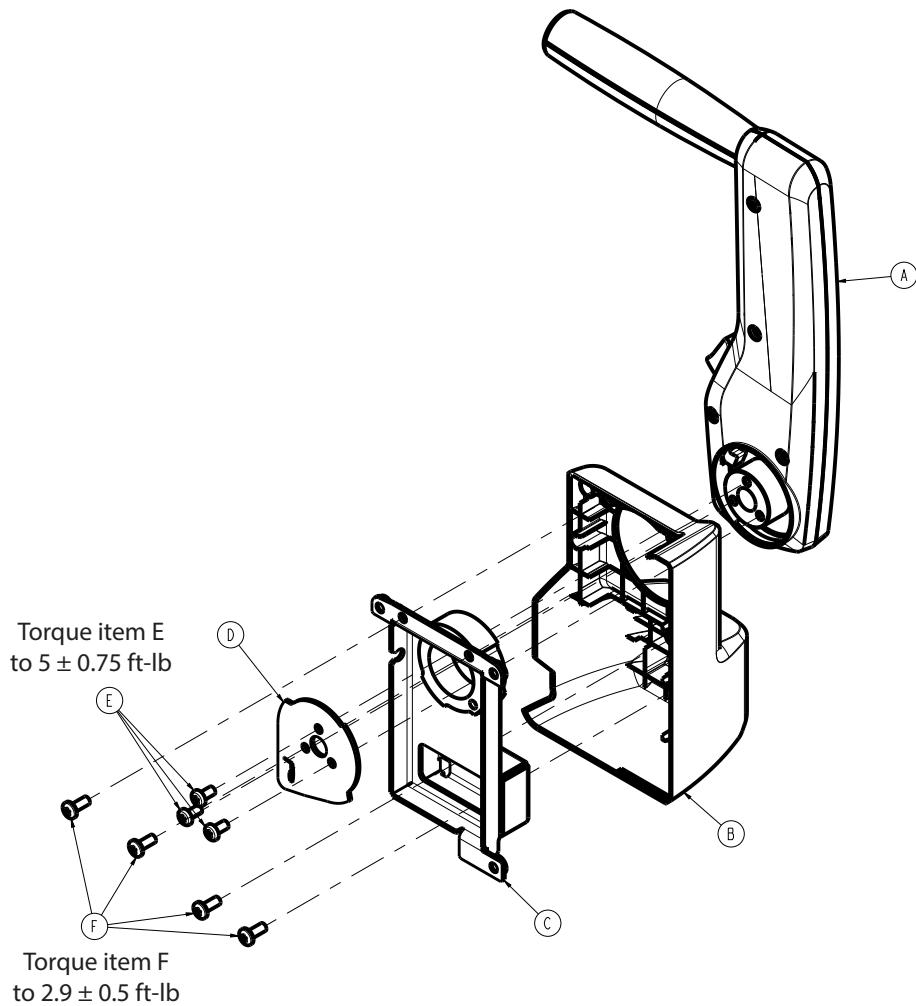

Figure 75 – Retrait de la poignée de poussée Zoom
9. À l'aide d'une clé Torx T30, retirer les trois vis (E) qui fixent la poignée de poussée Zoom (A) au pare-chocs (B) et retirer la plaque pivot (D) (Figure 75). Conserver la plaque pivot et les vis.